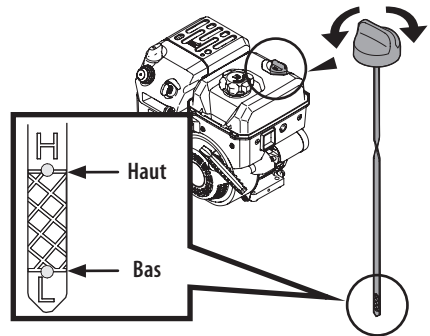

Figure 2
- Maintenir le niveau d'huile entre les repères haut (« H ») et bas (« L ») de la jauge. Voir (Figure 2).
1. Retirez le bouchon et essayez la jauge. Voir (Figure 2).
3. Dévissez le bouchon et retirez la jauge du tube de remplissage. Vérifiez le niveau d'huile. S'il est sous le repère bas (« L »), ajoutez lentement de l'huile jusqu'à ce que le niveau soit au repère haut (« H »). Voir Figure 2.